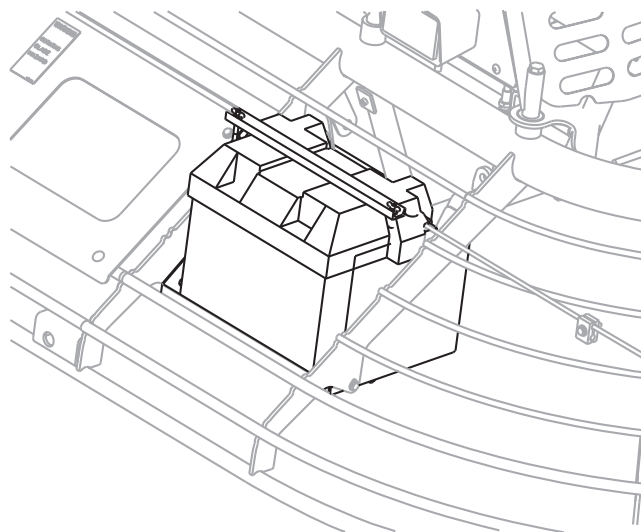

Figure 10. Batteriekasten
2. Zum Installieren der Batterie auf dem Flügelglätter stellen Sie bitte sicher, dass die Batterie gut im Batteriekasten (Figure 10) sitzt.